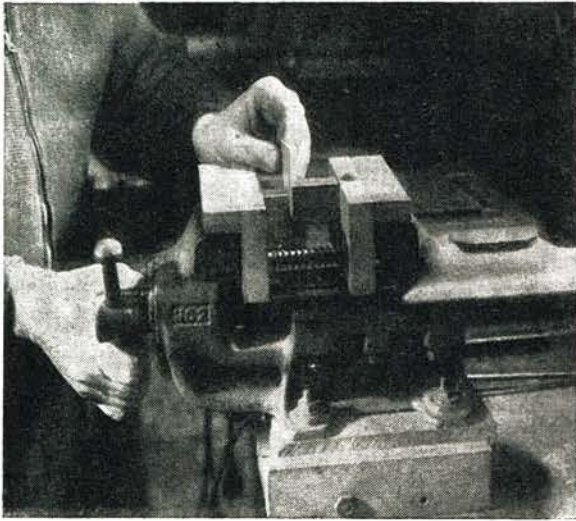
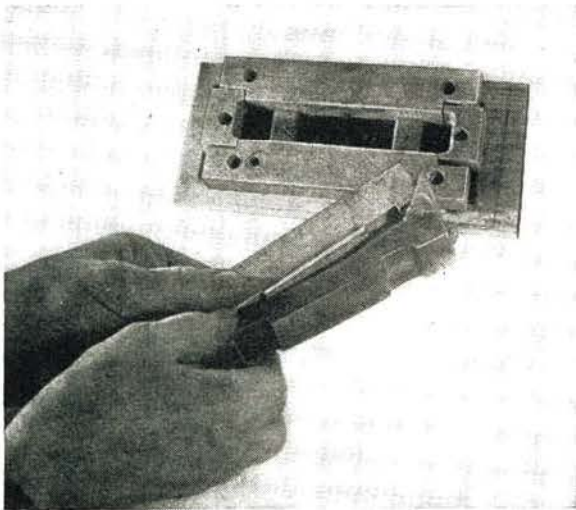

Bild 2
Bild 3
befindliche Preßform eingelegt (Bild 2). Nun wird der Schraubstock zugedreht und das Teil gepreßt. Schon nach ein bis zwei Minuten kann es aus der Form entnommen werden (Bild 3). An dem Stück zeichnen sich sauber und genau alle Konturen ab, die der Stempel und die Matrize aufweisen. Genau so werden solche Teile in der Industrie verformt, selbstverständlich aber mit technisch vollkommeneren Einrichtungen.
Bild 2 Unser Eilzug ist im Bahnhof „Tanneck“ angekommen und hält für einige Augenblicke am Bahnsteig. Wir steigen aus, unser Ziel ist erreicht. Die kurzen Bahnsteigüberdachungen dienen lediglich dem Schutz der Unterführungstrepfen.
Bild 3 Hoch überragt die alte Feste Tannburg weithin die gesamte Umgebung. Mittelalter und moderne Neuzeit vereinigen sich hier einträchtig, wenn man bedenkt, daß die alten Ritter noch hoch zu Roß durch die Lande zogen, keineswegs aber mit der Eisenbahn.
- Bild 2 Wer die „alte GtZold-24er“ einmal von innen gesehen hat und nun dieses Bild vorgelegt bekommt, erkennt doch sofort den gewaltigen Unterschied. Zum Einbau kommt der GtZold-Standard-Motor, der bereits bei der V 200 Verwendung fand. Selbstverständlich wird das Modell funktentstört geliefert.
- Bild 3 Überzeugen Sie sich bitte noch kurz an Hand der feinsten Nachbildungen des Tenders, daß wir nicht zu viel gesagt haben. Bleibt nur der Wunsch und die Hoffnung offen, daß dieses Modell bald in ausreichender Menge im Handel erscheint.